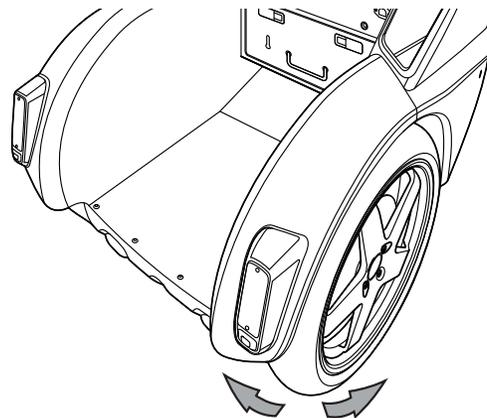

Ilustración 47: comprobación del conjunto de neumático y rueda por si se mueven
3. Compruebe si las ruedas se mueven agarrando el conjunto de neumático y rueda e intentando moverlo de un lado a otro (**ilustración 47**). El conjunto de rueda y neumático no debería moverse lateralmente.